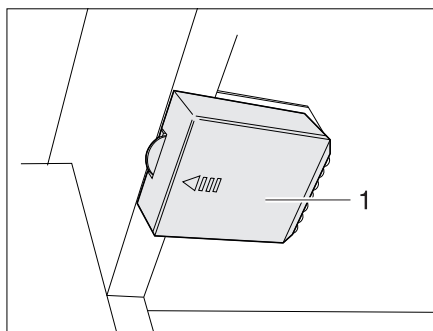

Fig. 279 Eclairage de la penderie avec DEL, compartiment à piles fermé
- Pousser le couvercle (Fig. 279,1) dans la direction de la flèche.